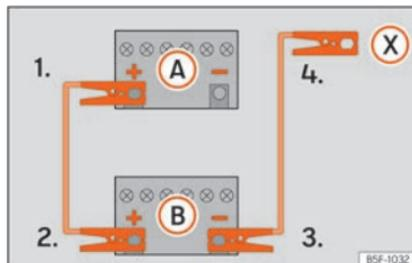

Fig. 77 Schéma de branchement pour les véhicules non équipés du système Start-Stop.
2. Raccordez une extrémité du câble de démarrage rouge au pôle positif  du véhicule dont la batterie est déchargée  » **fig. 77**.
- 4a. *Sur les véhicules sans système Start-Stop* : raccordez une extrémité du câble d'urgence noir à la borne négative  du véhicule fournissant le courant  » **fig. 77**.